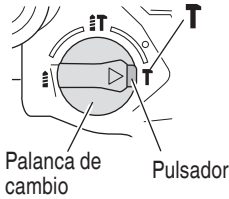

Fig. 23
Este martillo perforador puede establecerse en el modo de golpeteo solamente presionando el pulsador y girando la palanca de cambio hasta la marca **T** (Fig. 23).
- (3) Girar la palanca de cambio hasta la marca **T** (Fig. 23). A continuación, se bloquea la punta rompedora o el cortafíos.